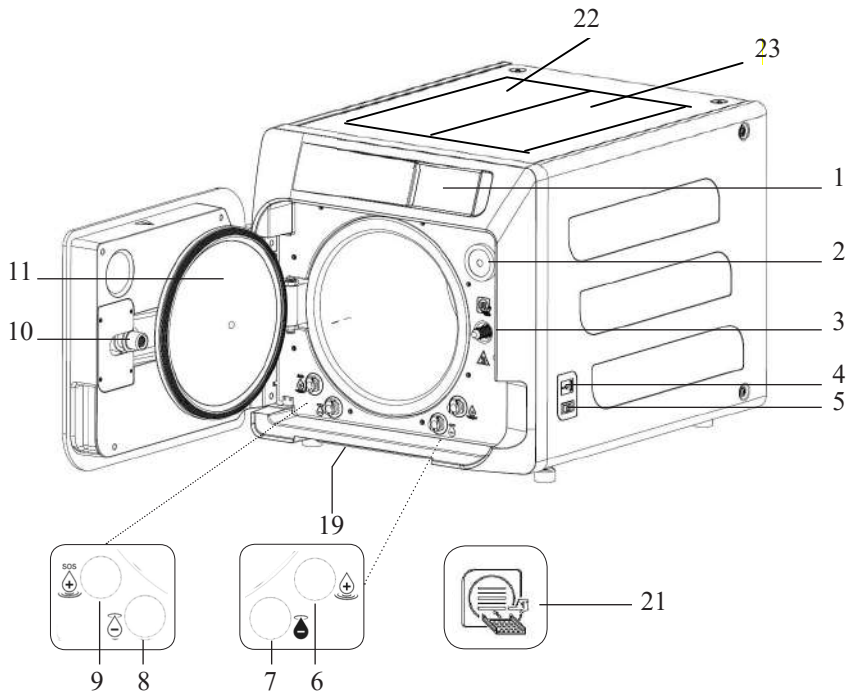

Fig. 1
**Manuel:** en alternative, le dispositif est pourvu d'un système de chargement manuel de secours situé à l'AVANT (9 fig. 1).